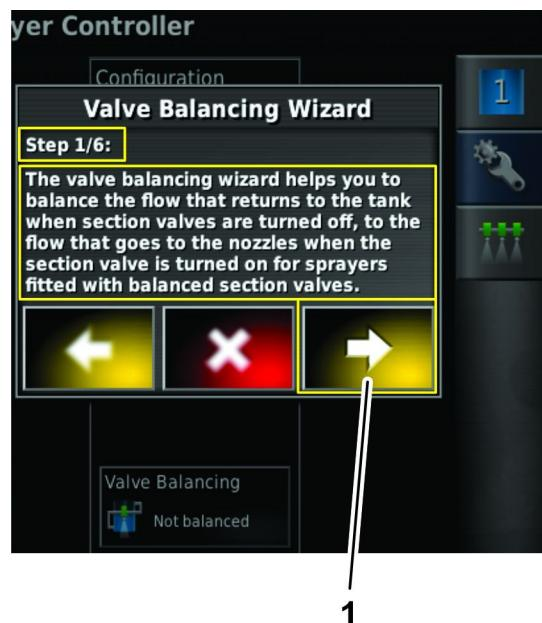

Рисунок 47
1. На этапе 1 мастера балансировки клапанов прочтите описание мастера и нажмите на стрелку «далее» (Рисунок 47).